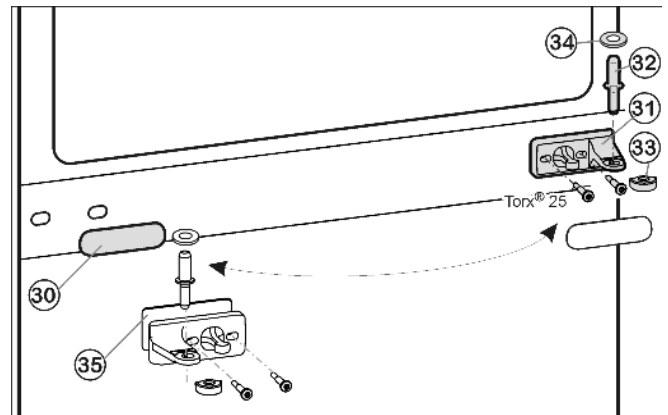
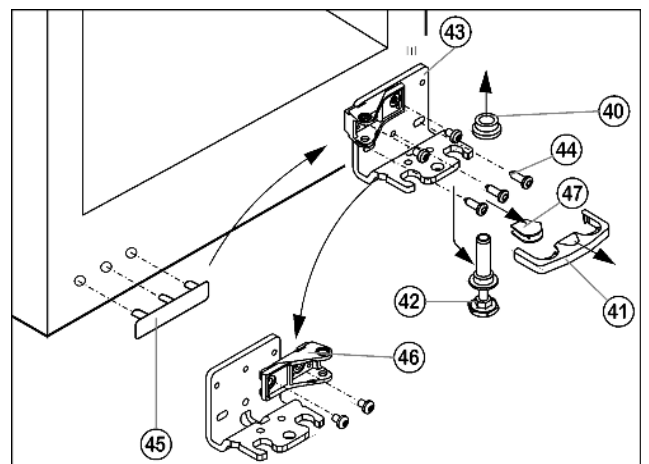

Fig. 11
Fig. 12
- ▶ Вытащите средний опорный палец Fig. 11 (32) с шайбой Fig. 11 (34) из опорного кронштейна и нижней дверцы.
- ▶ Пластмассовый колпачок Fig. 11 (33) снимите.
- ▶ Снимите средний опорный кронштейн Fig. 11 (31).
- ▶ Осторожно снимите накладку Fig. 11 (30).
- ▶ Прикрутите средний опорный кронштейн Fig. 11 (31) с поворотом на 180° на новую сторону шарнира (с моментом 4 Нм).
- ▶ Защелкните накладку Fig. 11 (30), повернув на 180°, на стороне, где теперь будет ручка.
- ▶ Предохранитель Fig. 12 (41) снимите движением вперед.
- ▶ Снимите крышку Fig. 12 (47).\*
- ▶ Полностью вверните регулируемую опору Fig. 12 (42).
- ▶ Вытяните опорный палец Fig. 12 (42) вниз и вперед. При этом следите за гнездом шарнира Fig. 12 (40).
- ▶ Открутите опорный кронштейн Fig. 12 (43) (3 шт. Torx 25) Fig. 12 (44).
- ▶ Осторожно снимите и переставьте на противоположную сторону крышку со стороны ручки Fig. 12 (45).
- ▶ Снова прикрутите нижний опорный кронштейн Fig. 12 (43) на новой стороне шарнира (**с моментом 4 Нм**). При необходимости используйте аккумуляторный шуруповерт.
- ▶ Открутите опорный кронштейн Fig. 12 (46) и снова прикрутите внутри с поворотом на 180°.
- ▶ Установите крышку Fig. 12 (47) на противоположной стороне.\*
- ▶ Предохранитель (41) нужно зафиксировать сбоку на кронштейне, чтобы опорный палец и двери были защищены от выпадения.
- ▶ Снова защелкните предохранитель (41) на опорном кронштейне.
- ▶ Наденьте гнездо шарнира Fig. 12 (40).
- ▶ Установите дверцу сверху на нижний опорный палец Fig. 12 (42).
- ▶ Снова наденьте пластмассовый колпачок Fig. 11 (33) на средний опорный кронштейн Fig. 11 (31).
- ▶ Вставьте средний опорный палец Fig. 11 (32) на новой стороне шарнира через средний опорный кронштейн Fig. 11 (31) в нижнюю дверцу.
- ▶ Установите шайбу Fig. 11 (34) на средний опорный палец Fig. 11 (32).
- ▶ Установите верхнюю дверцу на средний опорный палец Fig. 11 (32).
- ▶ При необходимости выровняйте дверцы через два продольных паза в нижнем опорном кронштейне Fig. 12 (43) и среднем опорном кронштейне Fig. 11 (31) параллельно корпусу устройства. Для этого выкрутите средний винт на нижнем опорном кронштейне Fig. 12 (43).